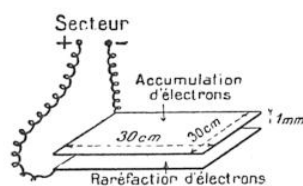
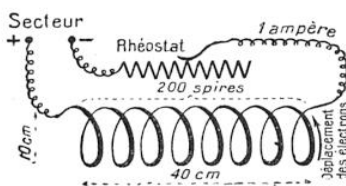

FIG. 8. — UN CONDENSATEUR D'UNE CAPACITÉ D'UN MILLIMICROFARAD
FIG. 9. — UNE SELF D'UN MILLIHENRY
Un condensateur, c'est tout simplement deux plateaux métalliques (on dit souvent : deux armatures) séparés par un isolant (tel que l'air ou le mica) (fig. 8). Un tel appareil accumule de l'énergie dans l'espace compris entre les armatures ; on dira qu'un condensateur a une capacité d'autant plus grande qu'il accumule
On récupère cette énergie en déchargeant le condensateur. Le farad est une grandeur énorme ; on emploie couramment le microfarad (ou millionième de farad) et le millimicrofarad (ou milliardième de farad). Un millimicrofarad se réalise, par exemple, en prenant deux plaques carrées de 30 centimètres de côté et séparées par une couche d'air d'un millimètre d'épaisseur. Si on relie un tel condensateur aux deux bornes d'un secteur continu à 110 volts (fig. 8), l'armature supérieure (reliée au pôle —) comporte un excès d'électrons, l'armature inférieure, un défaut d'électrons ; il en résulte une attraction (2), et on pourrait recueillir du travail — un travail infime — en laissant les plateaux se rapprocher. Il est facile de calculer l'énergie localisée dans les 9 centi-
Une bobine de self, c'est tout simplement un fil régulièrement enroulé en hélice (fig. 9) ; à l'intérieur, se trouve de l'air (ou du fer, ce qui peut multiplier la self par mille). Un tel appareil accumule de l'énergie dans l'espace intérieur à la bobine ; on dira qu'une bobine a une self d'autant plus grande qu'elle accumule plus d'énergie, quand on fait
Le henry est une quantité assez grande ; on emploie assez souvent le millihenry (ou millième de henry). Un millihenry se réalise, par exemple, en prenant une bobine (sans fer) de 40 centimètres de longueur et de 5 centimètres de rayon, comportant en tout 200 spires. Si on s'arrange (grâce à un rhéostat, fig. 9) pour faire passer dans le fil un courant d'un ampère, les électrons qui tournent en rond le long des spires pourraient exercer des actions magnétiques. Il est facile de calculer l'énergie localisée dans le volume de 3.140 centimètres cubes, intérieur à la bobine ; le résultat est le suivant : on a accumulé ainsi 14 cent-millièmes d'hectowatt-heure ; ou, si l'on pré-
Nous avons longuement insisté (1) sur le rôle des condensateurs et des selfs en radiophonie ; il nous suffira de signaler ici que, si l'on réunit les deux plateaux du condensateur (fig. 8) aux deux bouts de la bobine (fig. 9), on obtient un circuit oscillant qui serait accordé sur des ondes de longueur égale à 3.700 mètres. Pour être accordé sur l'ancienne longueur d'onde de la Tour Eiffel (2.650 mètres), il suffirait, tout en conservant le condensateur d'un millimicrofarad, de porter la valeur de la self à 2 millihenrys, ce qui se fera, par exemple, en conservant les dimensions de la bobine, mais en employant 280 spires au lieu de 200. Aujourd'hui cette longueur d'onde est de 1.485 mètres.